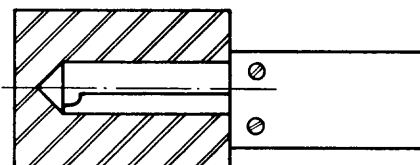

Fig. 12
- c Verifique la profundidad del agujero con un calibre con reglilla para profundidad (fig. 12).